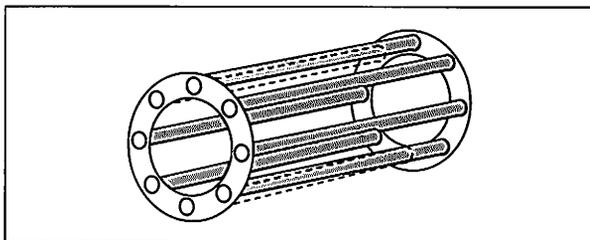

Fig. 14.02 : Rotor en cage d'écureuil.
– pour le **moteur à rotor en court-circuit** ou à **cage d'écureuil** (fig. 14.02), d'un enroulement fermé sur lui même,